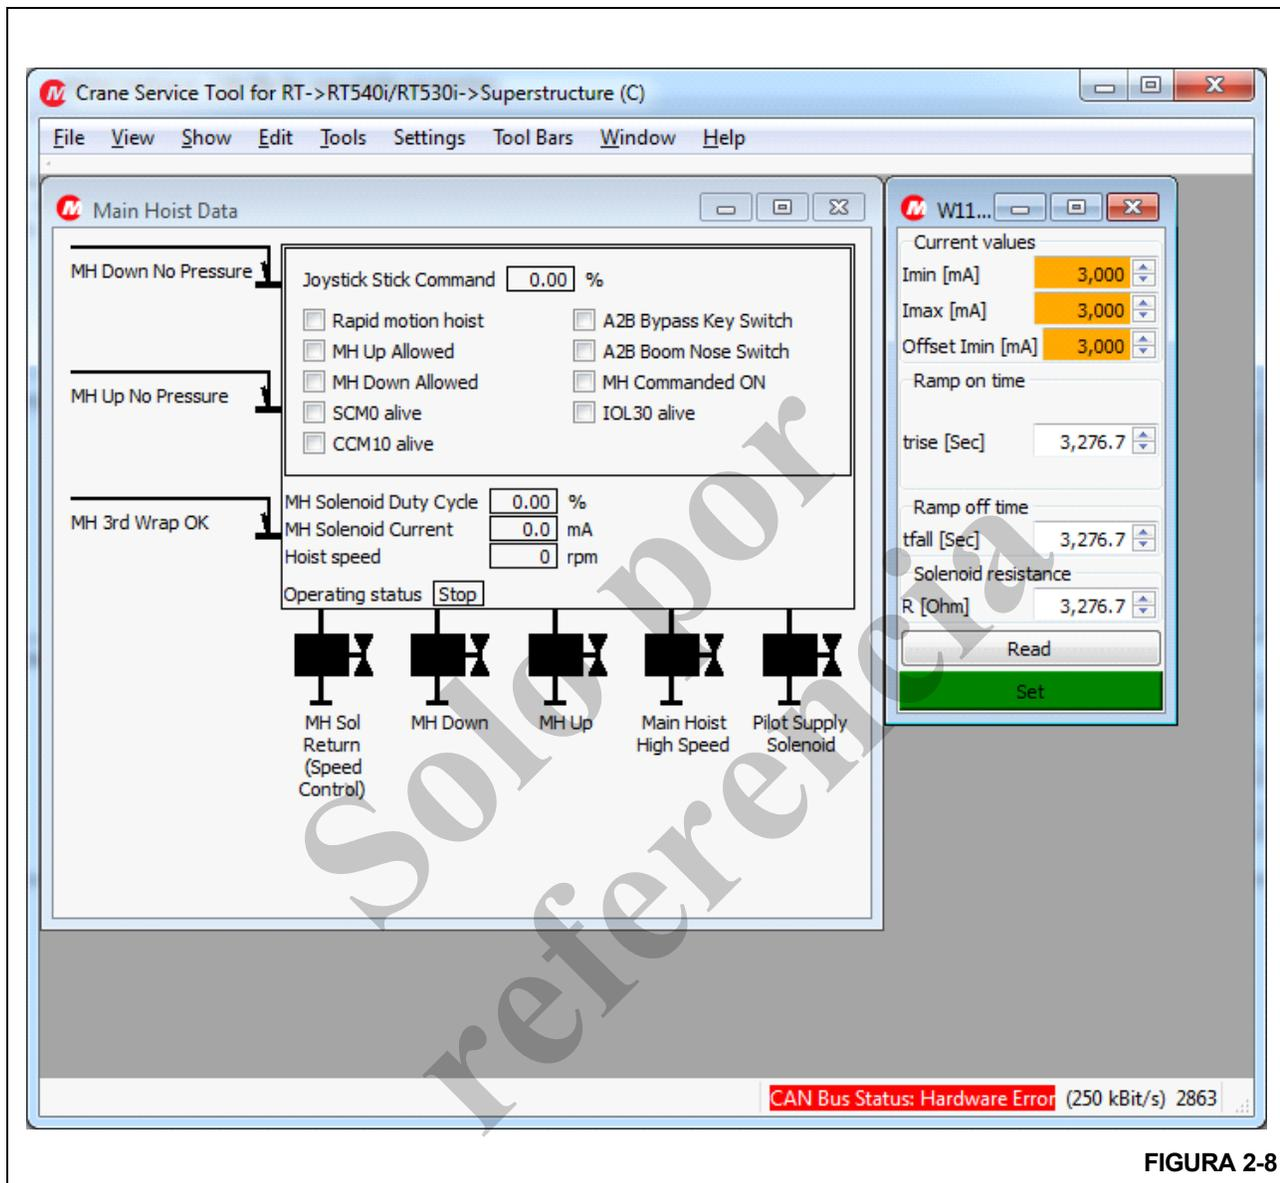

FIGURA 2-8
1. Conecte una computadora portátil al conector para diagnóstico de la cabina y verifique que CAN C esté seleccionada (posición 3 en la perilla selectora de CAN) (Figura 2-8).